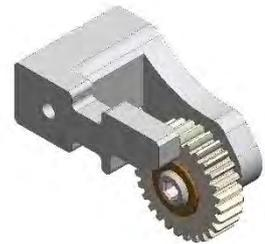

Abbildung 28
- 1401.200-003 → Modul mit einem Zahnrad zur Drehung im Uhrzeigersinn. Abb. 28.